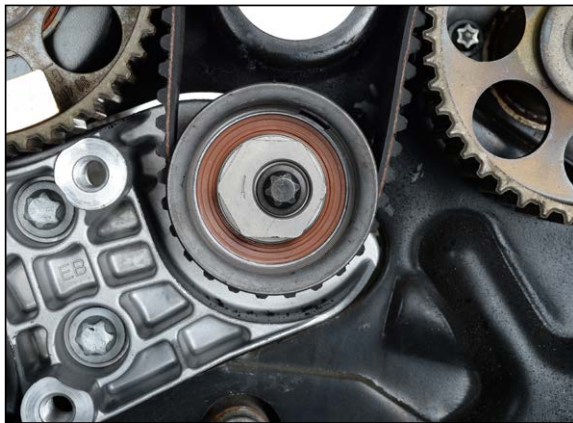
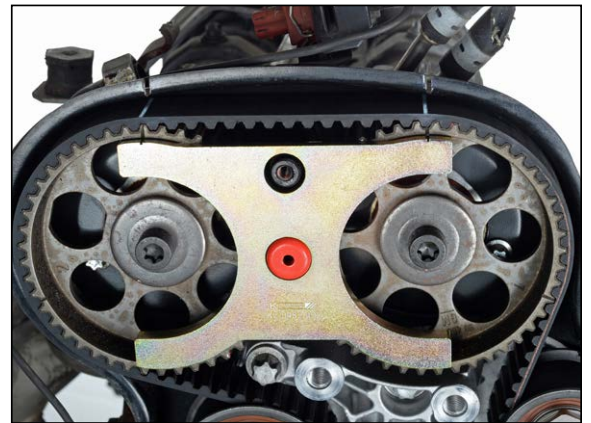

Abb. 21
Abb. 22
11. Ekscentar gornjeg skretnog valjka okrećite pomoću steznog ključa, originalna oprema (MKM-6038), ili kliještima za pumpu za vodu u smjeru suprotno kazaljci na satu (Abb. 21) dok se vrh ekscentra ne bude nalazio pribl. u položaju kazaljke na 9 sati i kada se oznake zupčanika bregastog vratila budu podudarale s mjerlačem, originalna oprema (KM-800-20) (Abb. 22). Zategnite gornji skretni valjak silom od 40 Nm.
16. Nataknite mjerač, originalna oprema (KM-800-20) na zupčanik bregastog vratila „1“ i „2“. Podudaraju se oznake zupčanika bregastog vratila i mjerača, originalna oprema (KM-800-20) (Abb. 22). Ako se oznake ne podudaraju, ponovno izvršite namještanje prema koraku 11.